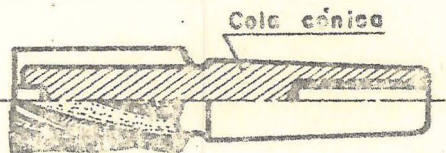

Fig. 3
- El porta-fresas que se emplea tiene la forma exacta del agujero liso o sobre la rosca. (Figs. 3 y 4).